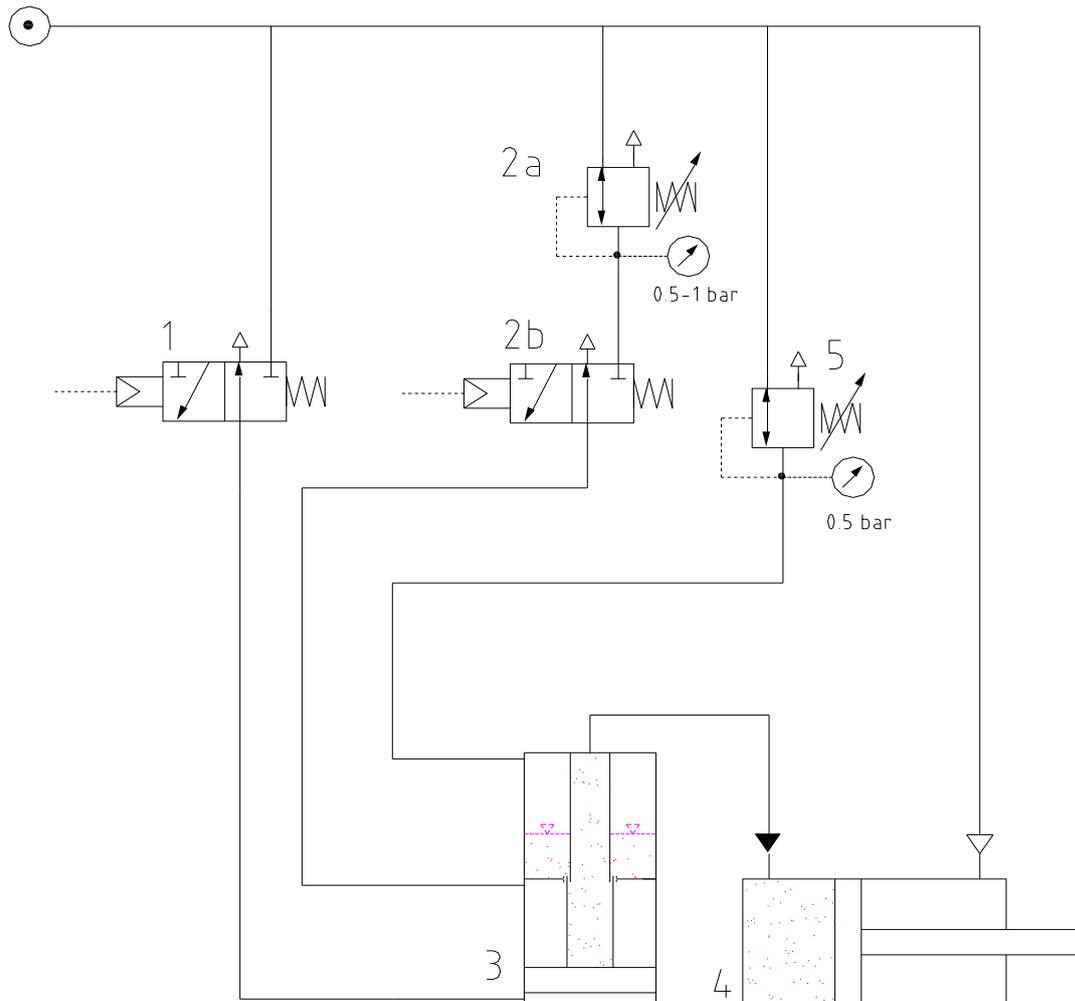

Abb. 3 Doppeltwirkender Betrieb
Um die Leistung des Antriebes und vor allem seine erreichbare Geschwindigkeit zu erhöhen, kann der Druckübersetzer im **doppelt-wirkendem Betrieb** gefahren werden (Abb. 3). Bei dieser Betriebsart wird der Anschluss 7 mit einem Druck von 0,5 –1 bar beaufschlagt. Ohne diese Maßnahme besteht die Gefahr, dass der Druckübersetzer dem Arbeitszylinder (4) vorausseilt, wodurch in Leitungen und Zylinder Unterdrücke entstehen; das Eindringen von Luft ist so unvermeidbar. Zur weiteren Geschwindigkeitserhöhung kann an Bohrung 6 ein Schnellentlüftungsventil eingesetzt werden.